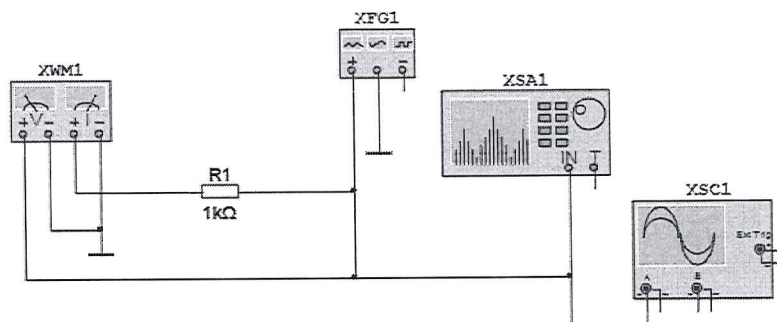

Рис. 1. Схема для исследования спектральных составляющих спектра сложного сигнала
Анализатор спектра. Схема его включения в экспериментальном исследовании приведена на рис. 1.
1. Соберите схему, изображённую на рис. 1. Подсоедините **Function Generator** (функциональный генератор), **Oscilloscope** (осциллограф), **Wattmeter** (ваттметр) и **Spectrum Analyzer** (анализатор спектра). При подключении ваттметра помните, что клеммы, обозначенные **V** (напряжение), подключается параллельно с нагрузкой, а клеммы, обозначенные **I** (ток), – последовательно с нагрузкой.